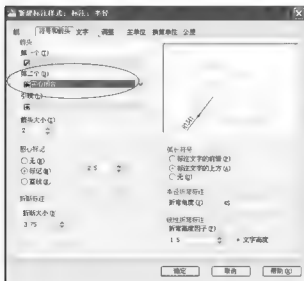

图 3.28 将箭头改为【实心闭合】
- ① 将【符号和箭头】选项卡内的箭头设定为“实心闭合”，如图3.28所示。